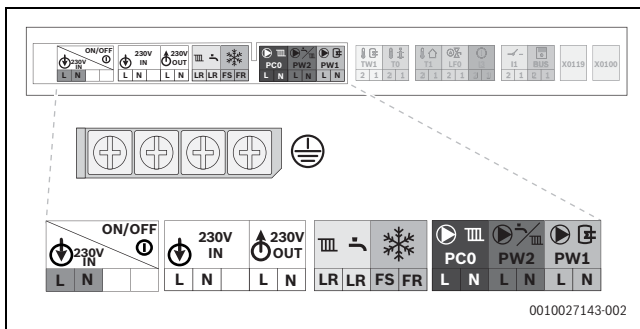

Fig. 82 Plage de tension réseau : bornier
- Raccorder le câble au bornier des accessoires externes (→ figure 82 et figure 83).